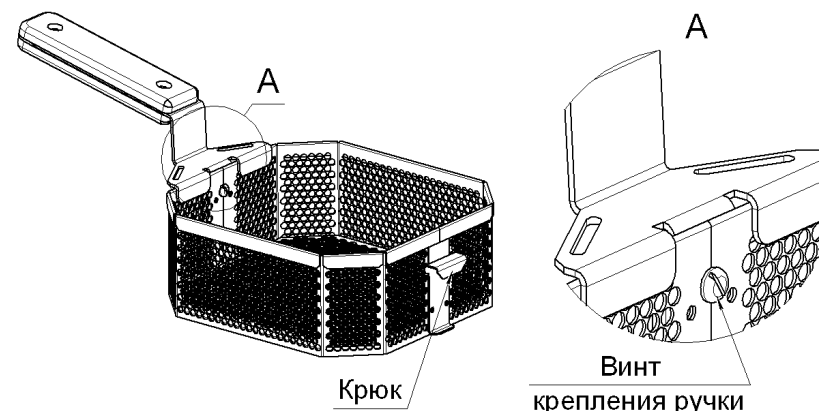

Рис.3
На корзине (рис.3), на передней стенке, установлен крюк, на который подвешивается корзина с готовым продуктом, для стекания излишков фритюра в ванну.
7.7 Закрепить ручку на корзине винтом (см. рис.3, стр.5).